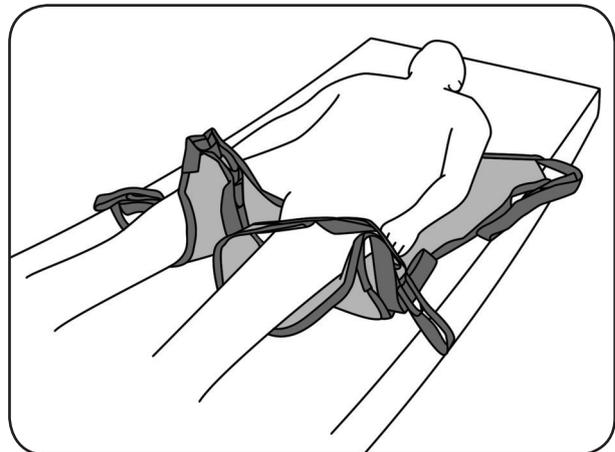

Abb. 8.2.02 – Beinstützen zwischen den Beinen des Patienten positioniert
7. Drehen Sie den Patienten wieder auf den Rücken und ordnen Sie die Beinstützen zwischen den Beinen des Patienten an (Abb. 8.2.02). Achten Sie darauf, dass die Beinschlaufen gleich lang sind. Die Schulterschlaufen liegen jeweils im Bereich der rechten und linken Schulter.